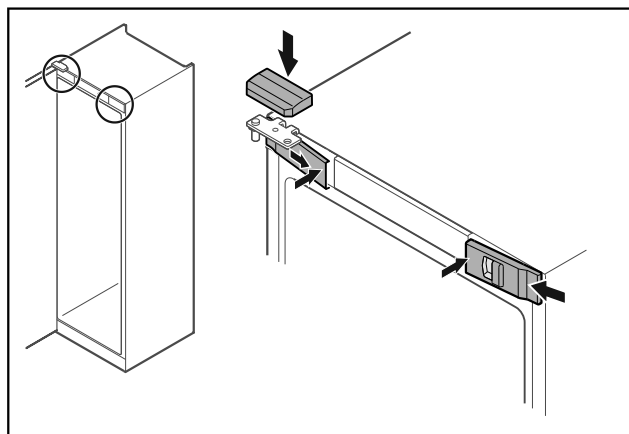

Fig. 52
- Přední kryty Fig. 52 (1) bočně zahákněte a zaklapněte dovnitř.
- Horní kryt Fig. 52 (2) shora zaklapněte.